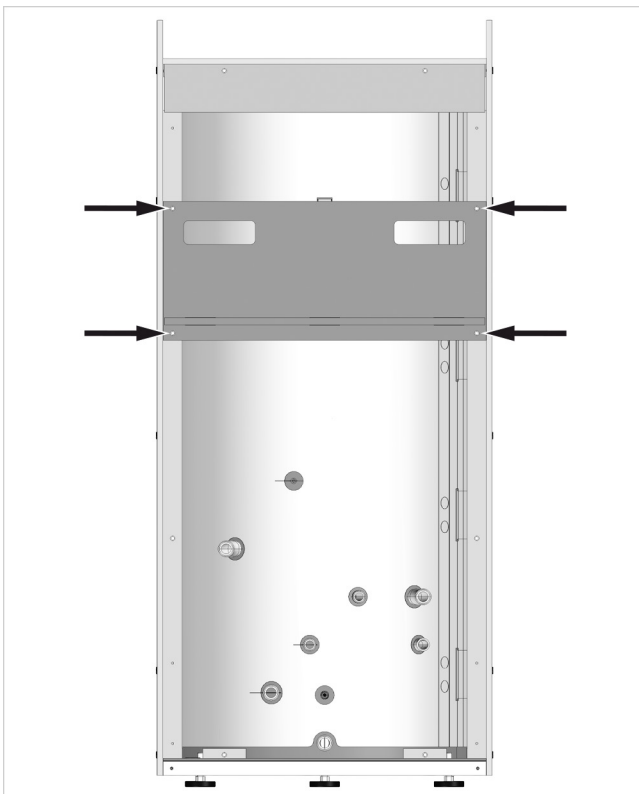

Fig. 6: Smontare la tavola di trasporto
2. Nel locale di installazione, rimuovere le assi montate sul lato anteriore del serbatoio a scopo di protezione durante il trasporto (vedi → fig. 6, pag. 9). Rimuovere gli O-ring utilizzati come supporti per separare le assi.